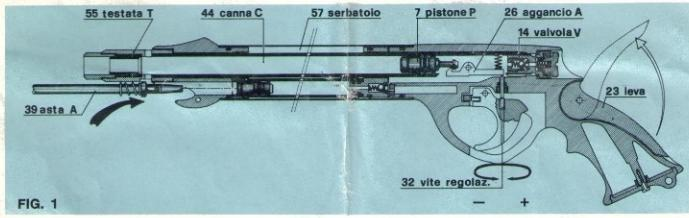
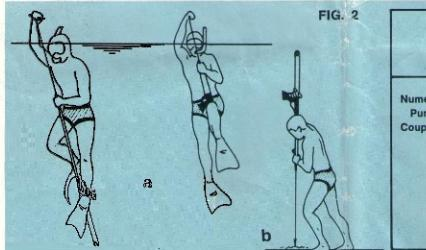

FIG. 1
FIG. 2
Le fusil à air comprimé utilise le principe de compression de l'air. Schématiquement il se compose (fig. 1) des pièces suivantes:
Chargement (voir fig. 2)
Re-loading (see fig. 2)
c) inserire l'asta nel foro sotto la testata usandola come una pompa (fig. 1), riducendo progressivamente la pressione nella canna, secondo la seguente tabella comparativa (fig. 2).
d) inserire l'asta nella canna fino all'aggancio e rimettere il cursore (42) sulla posizione di sicurezza.
Coppia netta di pressione normale di carica è di 30 Kg/cm². Questa però può essere aumentata fino a 40 Kg/cm² inserendo la pompa nell'innesto a battuta (fig. 1) e premendo la valvola di riacquisto (14) con la mano (fig. 2), con il regolatore di potenza nella "posizione 3". Per un controllo più accurato si può utilizzare l'apposito manometro fornito a richiesta (codice n. 691 500). In questo modo si ottiene una pressione minima di 30 Kg/cm² nella valvola (16) facendo defluire lentamente l'aria onde evitare perdite d'aria.
La sensibilità del grilletto è regolata dalla vite (32) inserita nello stesso (fig. 1).
b) Open support lever (23) in the handle;
c) Insert the shaft in the hole at the head as if it were a pump (fig. 1), thus reducing tank pressure as follows (fig. 3):
The Mirage gun is supplied with the normal pressure of 30 Kg/cm². This pressure can, however, be increased up to 40 Kg/cm². To do so, it is sufficient to connect the injection pump in the valve (16) and pump in air following the table « Pump Strokes+Pressure » (fig. 2) take care to position power regulating lever on number 3 before pumping in air. A manometer can be used in order to obtain a more precise check-up. It will be supplied upon request item n. 691 500. To reduce pressure, it is sufficient to push in the valve pin (16) gently in order to let air escape slowly so as to avoid the loss of lubricant.
The trigger sensitivity can be adjusted by the screw (32) inserted in it (fig. 1).
c) insérer la tige dans le trou de tête comme s'il était une pompe (fig. 1), réduire de cette façon la pression dans le canon selon le tableau qui suit: (fig. 3);
d) insérer la tige dans le canon et placer le régulateur (42) sur la puissance voulue (2 ou 3).
Comme dit auparavant, la pression normale est de 30 atm., qui peut être augmentée jusqu'à 40 atm. Pour augmenter la pression il faut insérer sur la valve (16) la pompe à injection à baïonnette et suivre le tableau « Coups de pompe+Pression de chargement » (fig. 2) avec le régulateur de puissance en position 1 et effectuer l'ouverture de la valve (16) très doucement pour éviter des fuites d'huile.
La sensibilité de la détente peut être réglée par la vis (32) qui est montée dans la détente même. (fig. 1).